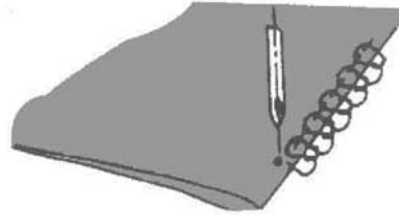

Fig. 93
- Placez le textile de manière à ce qu'une partie de la piqure soit cousue en dehors du textile (Fig. 93).